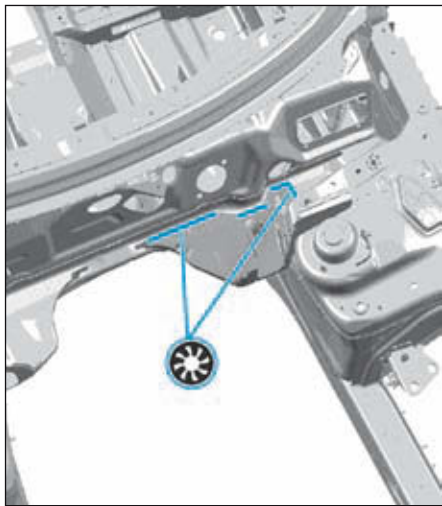

FIG.8
- la tôle frontale du caisson d'eau (Fig.8).